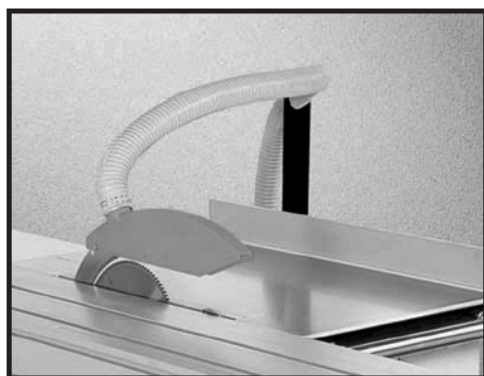

Fig. 40
4. Протяните этот рукав для удаления опилок через опорную стойку (см. рис. 40) и соедините его с системой аспирации.